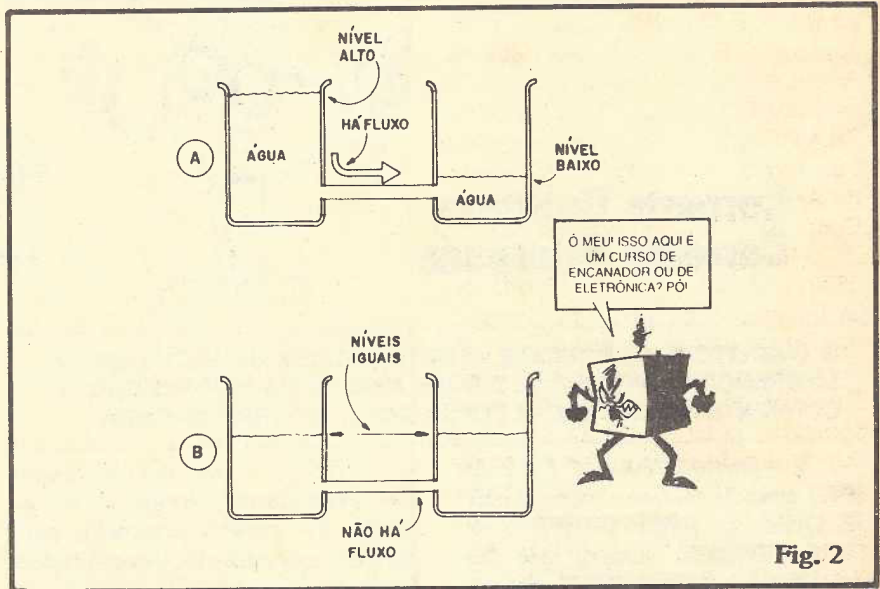

Fig. 2
- FIG. 2 - Voltando ao assunto CORRENTE (observar as figs. 2-A e 2-B), uma interessante analogia pode ser feita a partir de dois recipientes ("caixas d'água") interligados por um tubo ou cano, junto às suas bases. Lembrando que uma pilha, por exemplo, fornece um fluxo constante de elétrons até que se estabeleça o **equilíbrio** entre seus polos, ou seja: até que não haja mais "sobra" de elétrons no polo negativo, em relação ao positivo (quando então dizemos que a pilha está "descarregada"...), colocamos **bastante** água no recipiente da esquerda (até a "boca"... e pouca, ou nenhuma água no vaso da direita... Assim, conforme esquematizado em 2-A, o **nível** do recipiente da esquerda estará **alto** ("sobrando" água...), enquanto que o **nível** no da direita estará **baixo** ("faltando" água...). Como nós "fechamos o circuito" entre os dois recipientes, através do cano que interliga suas bases, essa situação de "sobra aqui" e "falta ali" **não pode perdurar**, já que imediatamente a água começa a fluir, continuamente, do vaso onde ela "sobra" para o recipiente onde